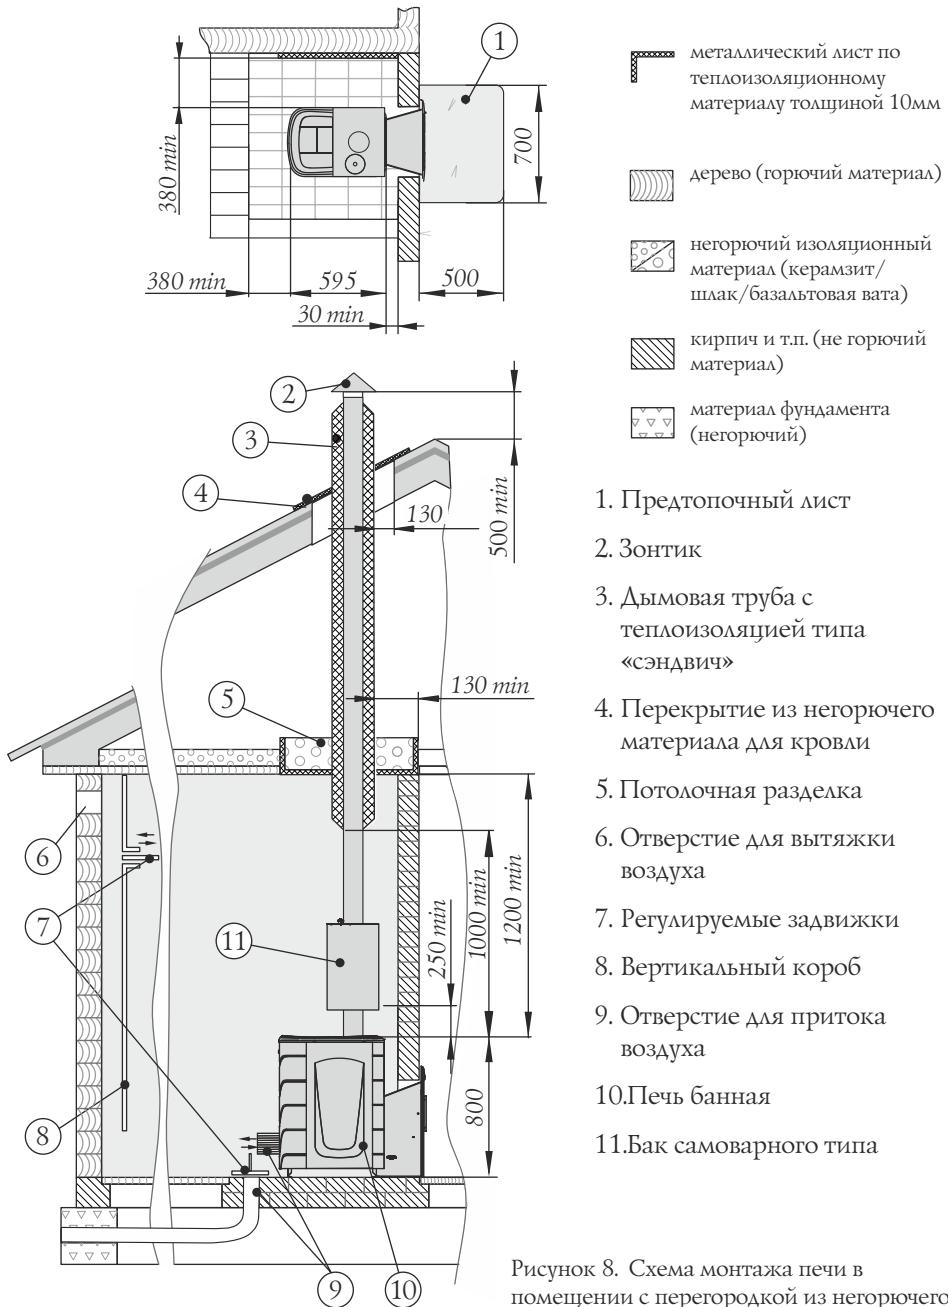

Рисунок 8. Схема монтажа печи в помещении с перегородкой из негорючего материала.
- пол из горючих и трудногорючих материалов перед дверцей топки — металлическим листом размером 700×500 мм (рисунок 8)
Для обеспечения надежного воздухообмена в парилке рекомендуется организовать приточно-вытяжную вентиляцию (см. рисунок 8).